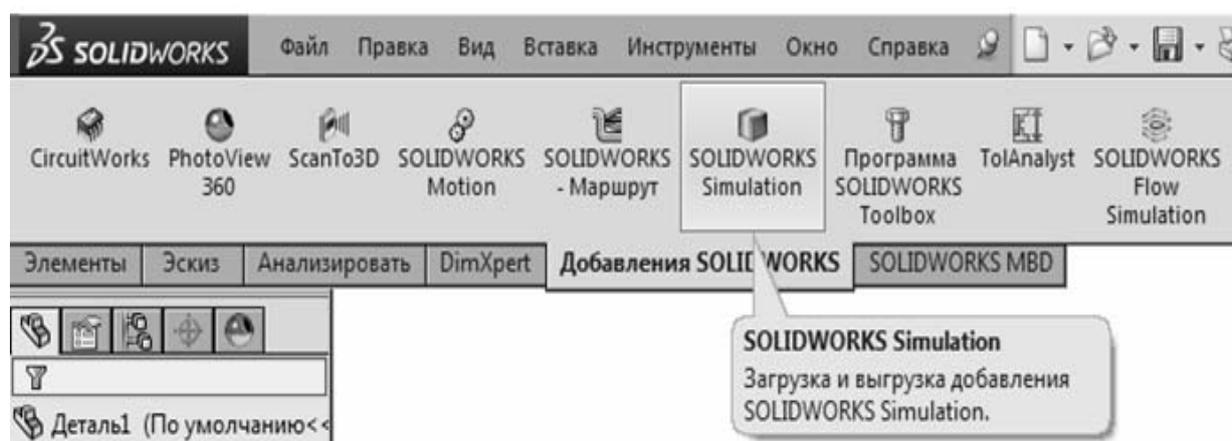

Рисунок 1.3 – Вкладка «Добавления SolidWorks»
– выберите вкладку «Диспетчер команд» – «Добавления SolidWorks», на панели (рисунок 1.3) и в диалоговом окне «Добавления» выберите в колонке